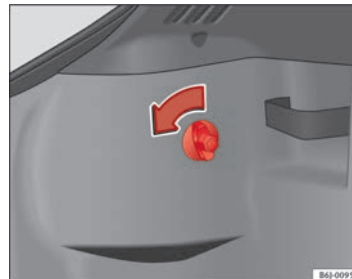

Abb. 162 Zugang zu den Rückleuchten
- Die Schraube von Hand oder mit einem Schraubendreher in Richtung des Pfeils ⇒ Abb. 162 drehen.
- Nehmen Sie den Stecker aus der Aufnahme (A) ⇒ Abb. 162.